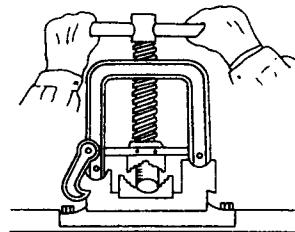

图 1-6 管子台虎钳使用
- (1) 管子台虎钳下钳口安装应牢固可靠，上钳口在滑道内能自由移动，压紧螺杆和滑道应经常加油。
(2) 管子台虎钳的规格必须与所夹管道的规格匹配，不得将不适合钳口尺寸的工件上钳；对过长的工件，应在其伸出工作台面部分设置支架使其稳固，夹持较脆弱的工件时，应用布包裹，避免压坏。
(3) 操作时，将管子放入管子台虎钳钳口中，旋转把手卡紧管子，如图 1-6 所示。
(4) 装夹管子或管件时，必须穿上保险销，压紧螺杆。旋转螺杆时应用力适当，严禁用锤击或加装套管的方法扳手柄。